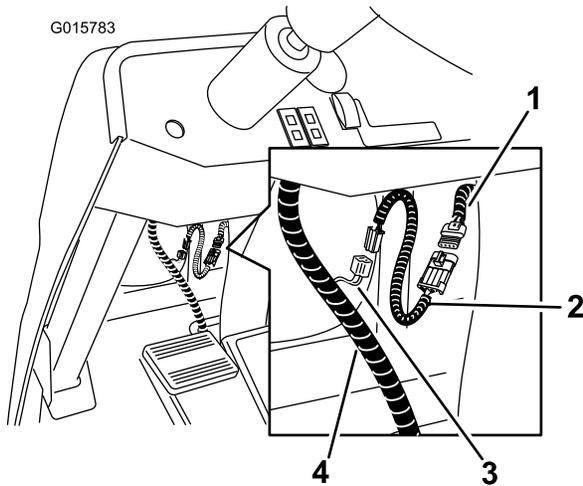

Bild 18
- Bringen Sie den Adapter am Hauptkabelbaum an, indem Sie die paarweisen 4 Pin Stecker anschließen. (Bild 18).
C. Schließen Sie den Adapter des Kabelbaums an den mit CE gekennzeichneten Kabelbaum an (Bild 18).